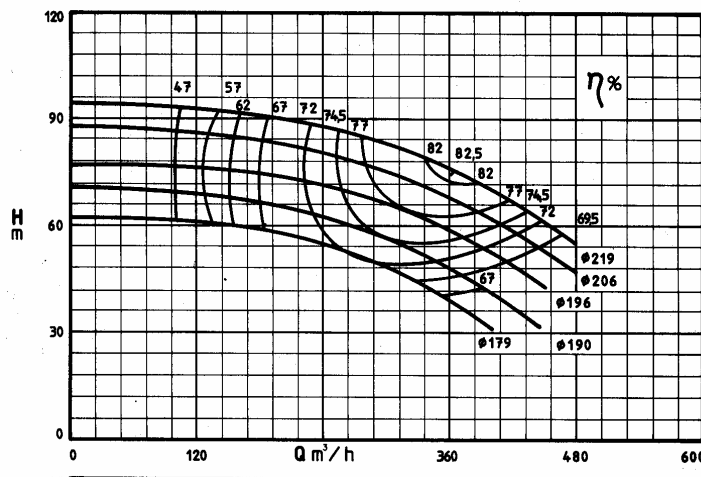

Figura 7.3
Através da bomba preliminarmente escolhida, obtemos a suas CCB, por exemplo, a representada pela Figura 7.3, que é fornecida pelo fabricante da bomba.
**Nota:** A figura 7.3 não apresenta a curva do  $NPSH = f(Q)$  que é fundamental para se verificar o fenômeno de cavitação.